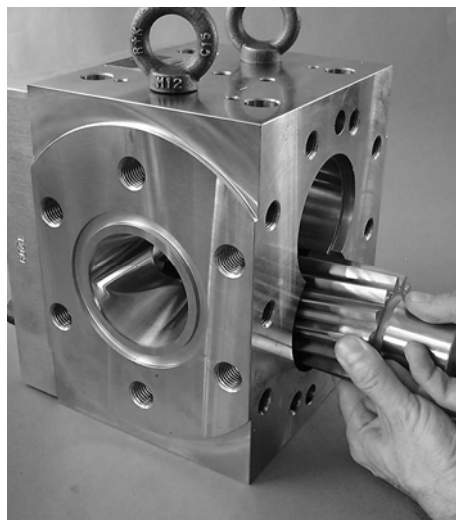

Рисунок 8.25 Монтаж короткого вала
- Введите короткий вал в корпус (рисунок 8.25).